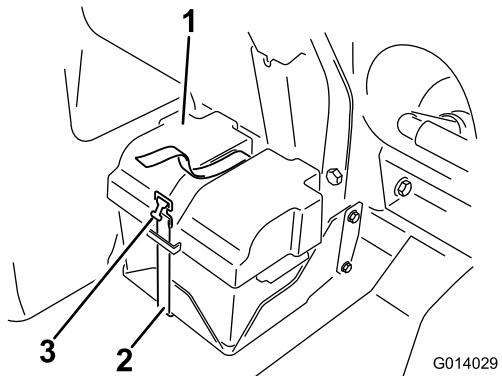
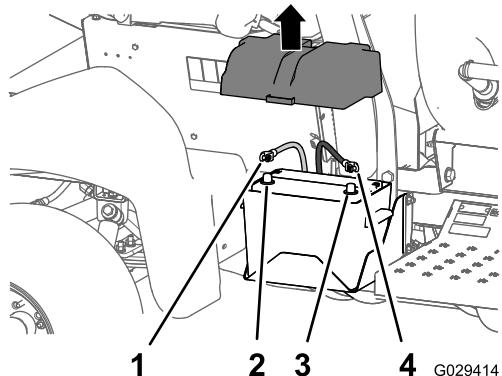

图3
图4
3. 拆下电池盖从电池电极上断开负极电池线黑色—接地线图3 和 图4。
4. 从电池电极上断开正极红色接线 图4。